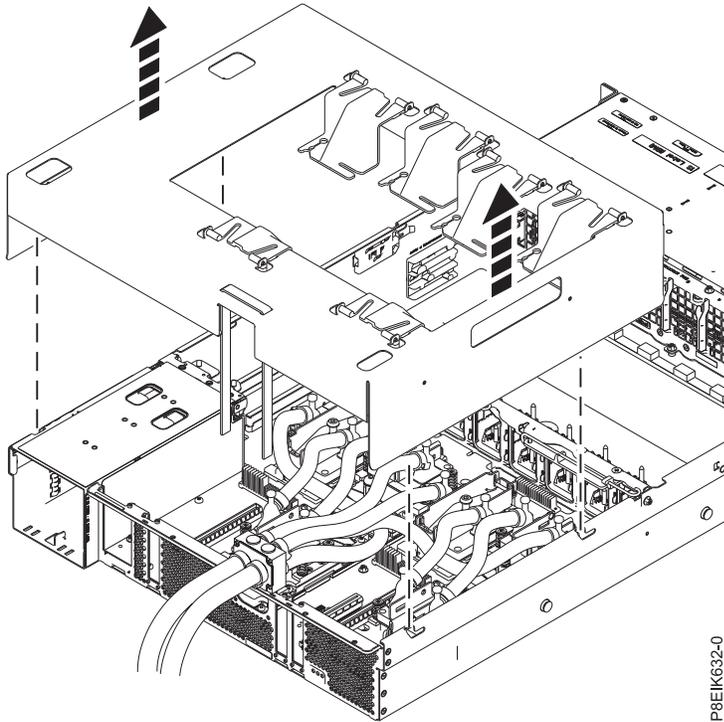

Figure 42. Levée du support d'installation des plaques froides
7. Séparez le support d'installation des plaques froides du système en le levant bien droit (voir figure 42, à la page 35).